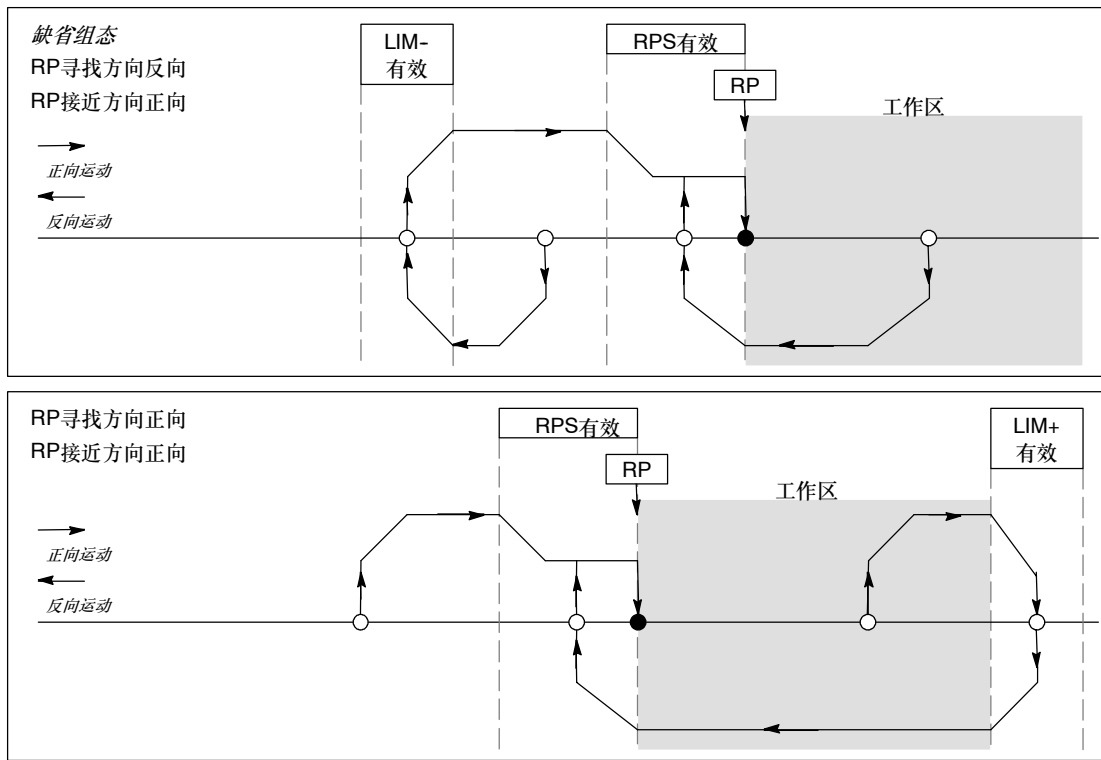

图9-21 RP寻找模式1
- ❑ 图9-21所示是RP寻找模式1的选项。这种模式将RP定位在RPS输入开始激活，并且靠近工作区的这端。